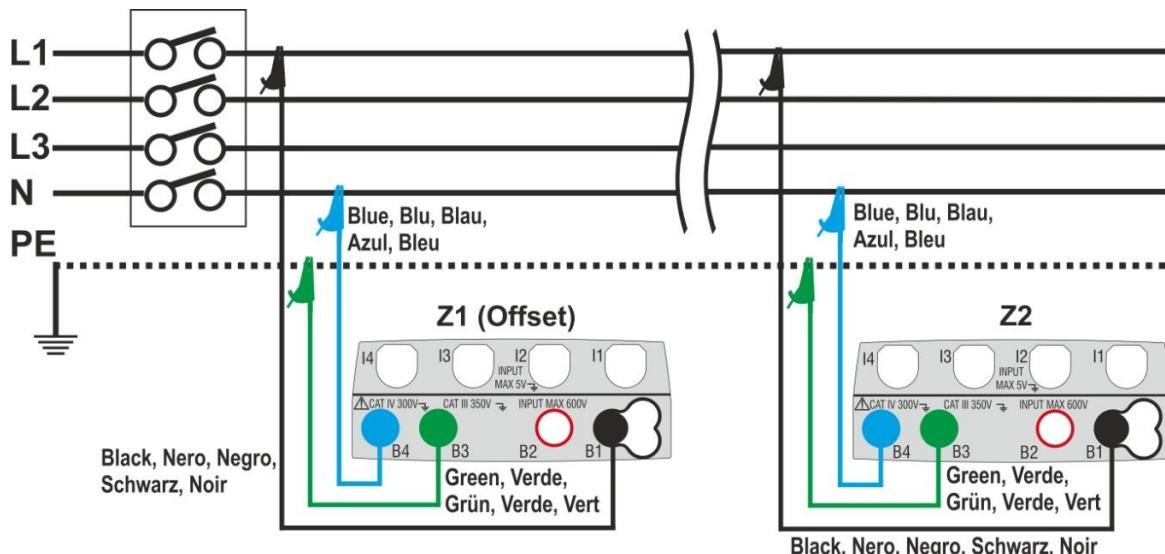

Fig. 34: Ligação do instrumento para medição da queda de tensão pelo método L-N
- 10 Passar ao ponto 9 no caso em que foi inserido manualmente o valor de Z1 (Offset). **No caso em que NÃO foi inserido manualmente o valor de Z1 (Offset)** ligar o instrumento no ponto inicial da linha em exame (normalmente a jusante da proteção) de acordo com a Fig. 34 ou Fig. 35 a fim de executar a primeira medição da Impedância **Z1 (Offset)**. Neste caso o instrumento executará a medição da Impedância presente a montante do ponto inicial da linha assumindo-a como referência inicial. No display é apresentado o seguinte ecrã (relativa à medição L-L)
- 13 Ligar o instrumento no ponto final da linha em exame de acordo com as Fig. 34 ou Fig. 35 de modo a executar a medição da Impedância no fim da linha **Z2**. No display é apresentado o ecrã mostrado ao lado. Notar a presença no display do valor **Z1** (Offset) anteriormente medido